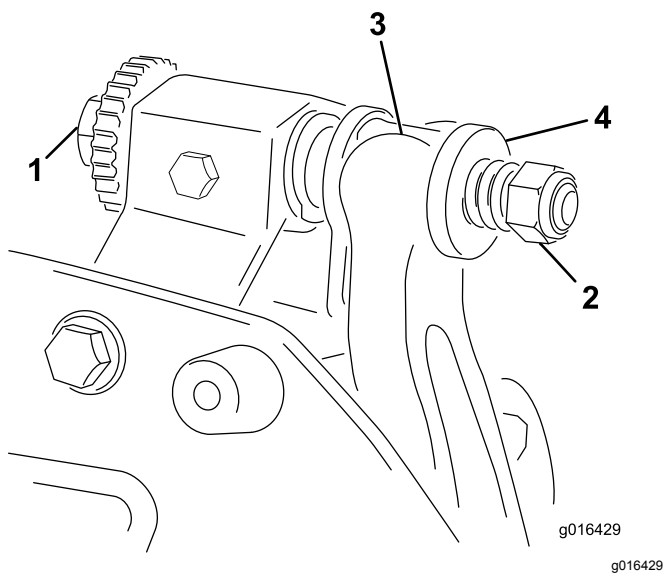

Figura 21
1. Gire el tornillo de ajuste de la barra de asiento en el sentido contrario a las agujas del reloj para alejar la contracuchilla del molinete (Figura 21).
- Afloje la tuerca de tensado del muelle hasta que el muelle deje de presionar la arandela contra la barra de asiento (Figura 21).
- Instale la barra de asiento, colocando las pestañas de montaje entre las arandelas y el tornillo de ajuste de la barra de asiento (Figura 21).